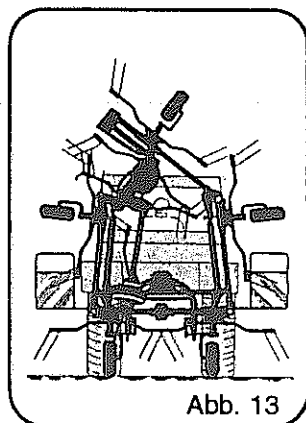

Abb. 13
- Durch weiteres Betätigen des Steuergerätes (bei entspannter Zugleine) schwenkt die Maschine in die gewünschte Transportstellung (Abb. 13).